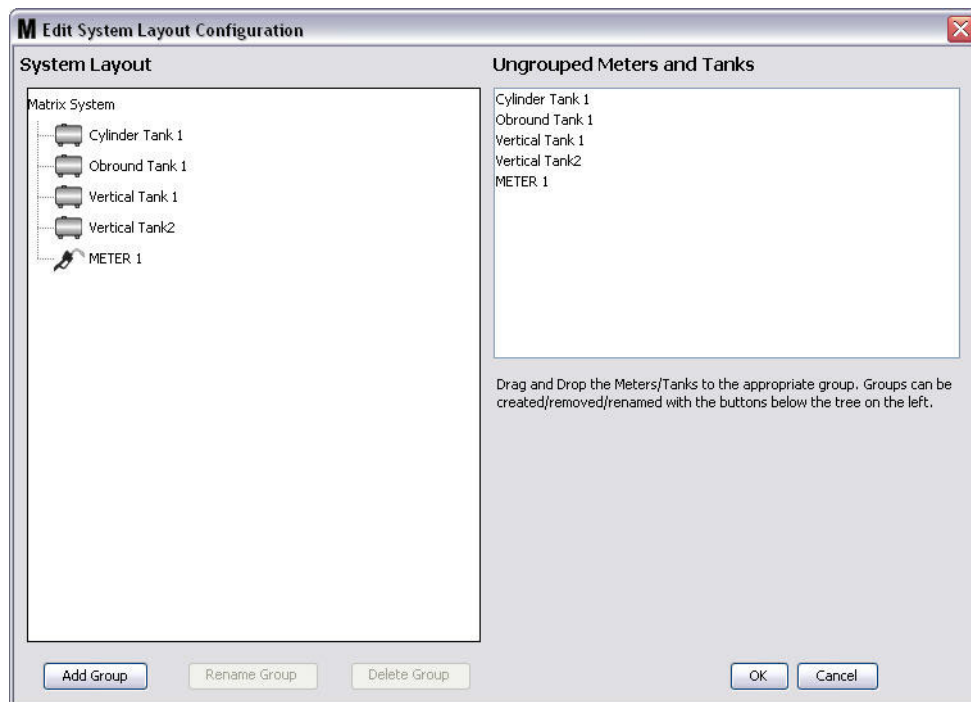

FIG. 125
3. Het scherm voor systeemlay-out bewerken zoals in FIG. 125 wordt weergegeven.
4. Klik op de knop Groep toevoegen (FIG. 125) om een nieuwe apparatengroep aan te maken.